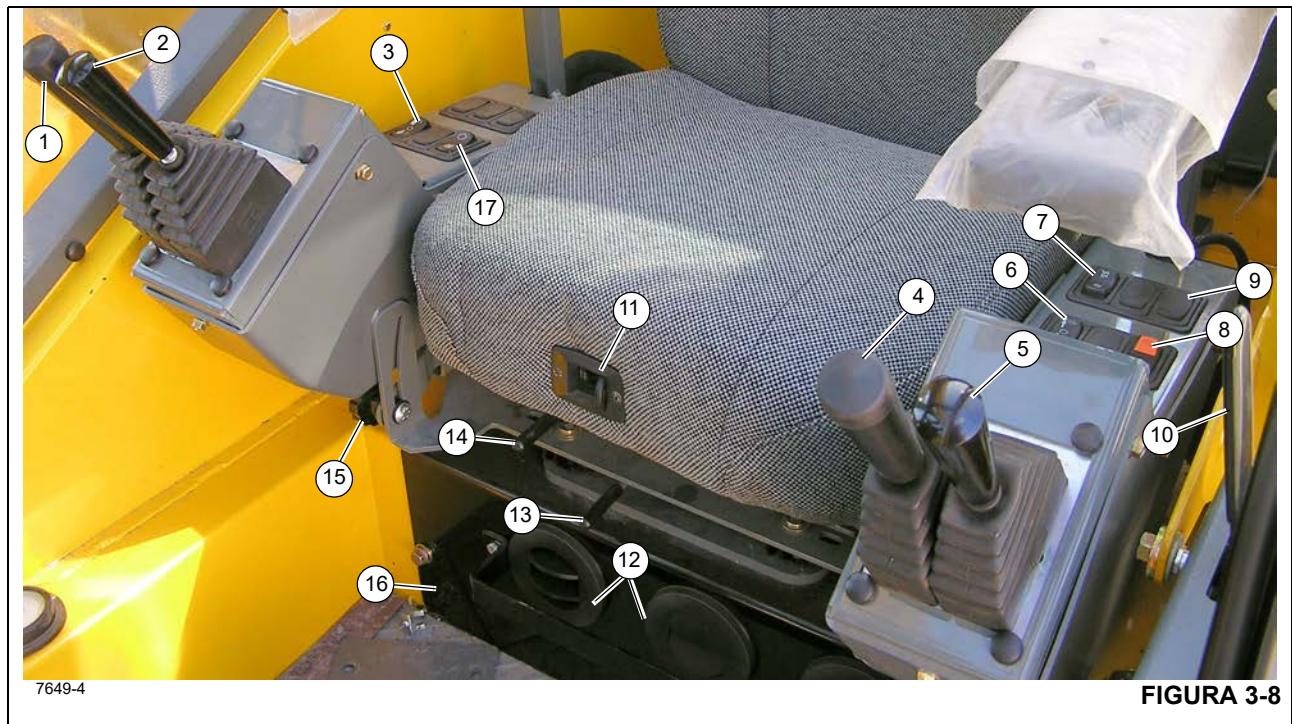

FIGURA 3-8
O indicador de diferencial do eixo bloqueado (22) (Figura 3-6) localiza-se no mostrador de indicadores da coluna de direção. Este indicador acende em âmbar depois que a chave de bloqueio do diferencial (10) (Figura 3-8) for pressionada na posição LOCK (Bloquear) e que as chaves de bloqueio do diferencial do transportador, localizadas em cada eixo, forem fechadas. Na posição LOCK (Bloquear), o diferencial não atua entre as rodas.
Números dos itens da Figura 3-8
O controle do guincho principal (1) (Figura 3-8) localiza-se no apoio de braço direito. O joystick, quando posicionado à frente, abaixa o cabo. Quando puxada para trás, eleva o cabo.
O controle de elevação da lança (2) (Figura 3-8) localiza-se no apoio de braço direito. O joystick, quando posicionado para frente, abaixa a lança ou, se para trás, eleva a lança.
A chave seletora da velocidade do guincho principal (3) (Figura 3-8) é uma chave de três posições fixas (ALTA/DESLIGADA/BAIXA) localizada no apoio de braço direito. Colocada na posição ALTA, permite a operação das funções do guincho principal e energiza o solenoide de velocidade alta do guincho principal, proporcionando altas velocidades do cabo. Colocada na posição central, DESLIGADA, a elevação de carga é impedida. Colocada na posição BAIXA, permite a operação das funções do guincho principal e desliga a energia do solenoide de velocidade alta do guincho principal, proporcionando baixas velocidades do cabo.
O controle do guincho do telescópio ou auxiliar (TELE ou AUX) (4) (Figura 3-8) está localizado no apoio de braço esquerdo. O joystick controla as funções do telescópio quando o guindaste não estiver equipado com um guincho auxiliar. Empurre o joystick para a frente para estender a lança ou puxe o joystick para trás para retrai-la.
A chave seletora da velocidade do guincho principal (6) (Figura 3-8) é uma chave de três posições fixas (ALTA/DESLIGADA/BAIXA) localizada no apoio de braço esquerdo. Colocada na posição ALTA, permite a operação das funções do guincho auxiliar e energiza o solenoide de velocidade alta do guincho auxiliar, proporcionando altas velocidades do cabo. Colocada na posição central, DESLIGADA, a elevação de carga é impedida. Colocada na posição BAIXA, permite a operação das funções do guincho auxiliar e desenergiza o solenoide de velocidade alta do guincho auxiliar, proporcionando baixas velocidades do cabo.
A chave de controle da direção traseira (7) (Figura 3-8) tem três posições, centralizada por mola na posição desligada e está localizada no apoio de braço esquerdo. Pressione a parte inferior da chave para acionar uma válvula de controle para virar as rodas traseiras para à esquerda fazendo com que o guindaste vire para a direita. Pressionar a parte superior da chave aciona uma válvula de controle para virar as rodas traseiras para a direita fazendo com que o guindaste vire para a esquerda. Quando as rodas não estiverem centralizadas a luz de rodas traseiras não centralizadas, na coluna de direção, acende. Ao soltar, a chave retorna para a posição central desligada.
A chave de controle do freio de giro (8) (Figura 3-8) localiza-se no apoio de braço esquerdo. Este chave de duas posições ON/OFF (Ligada/Desligada) é usado para controlar uma válvula hidráulica que direciona um fluxo regulado de pressão do e para o freio de giro. Colocar a chave na posição ON (Ligada) aciona o freio de giro e colocá-la na posição OFF (Desligada) libera o freio de giro. Quando a chave estiver na posição ON (Ligada), a luz indicadora vermelha na coluna de direção acende. A chave tem uma trava para evitar ativação acidental.
A chave de bloqueio do diferencial (Diferencial do eixo) (9) (Figura 3-8) localiza-se no apoio de braço esquerdo. É uma chave temporária de duas posições indicada com LOCK (Bloquear) e UNLOCK (Desbloquear). Quando posicionado na posição LOCK (Bloquear), as estrias do colar de mudança se acoplam com as estrias da caixa do diferencial e os eixos e o conjunto do diferencial se travam ao mesmo tempo e não há nenhuma ação diferencial entre as rodas. Quando posicionado na posição UNLOCK (Desbloquear), há ação normal do diferencial entre as rodas em todos os momentos. O indicador âmbar na coluna de direção acende quando a chave em cada eixo é ativada.
Use a alavanca de liberação da porta da cabine (10) (Figura 3-8) para abrir e fechar a porta da cabine do lado de dentro da cabine.
Para ajustar o encosto do banco, pressione o botão de ajuste (11, Figura 3-8) e ajuste o assento conforme a necessidade.
A unidade de controle do ar-condicionado/aquecedor da cabine (16) (Figura 3-8) localiza-se na cabine, sob o assento do motorista. As saídas (12) fazem parte da unidade de controle climático e podem ser ajustadas para direcionar o fluxo de ar.
Movendo a alavanca de deslizamento do assento (13) (Figura 3-8) apenas o assento desliza para a frente ou para trás.
Movendo a alavanca de deslizamento da estrutura do assento (14) (Figura 3-8), o assento e a estrutura do assento deslizam para a frente ou para trás.
O apoio de braço e os controles do apoio de braço podem ser ajustados por meio do botão de ajuste (15) (Figura 3-8). Solte o botão e gire o apoio de braço até a posição desejada, reaperte o botão ao concluir o ajuste.
Os indicadores de rotação do guincho para os guinchos auxiliar e principal localizam-se na parte superior da respectiva alavanca de controle (1,4) (Figura 3-8). Cada indicador é acionado eletronicamente por um sinal de entrada originado por um sensor fixado ao guincho correspondente e por um sinal de saída de um módulo de controle. Cada alavanca de controle do guincho (1,4) pulsa quando o guincho correspondente estiver em funcionamento de maneira a ser sentida pelo polegar do operador.
A chave do auxílio hidráulico (17) (Figura 3-8) localiza-se no apoio de braço direito. Esta chave de duas posições é usada para controlar a válvula seletora do auxílio de velocidade alta. Com a chave na posição Ligada, a válvula solenoide é energizada. Nesse estado, a válvula solenoide interrompe o fluxo de óleo da seção 2 da bomba nº 1 para a válvula da direção traseira/estabilizadores. A válvula de segurança de gatilho abre para combinar este fluxo com a saída da bomba nº 1, seção 1.